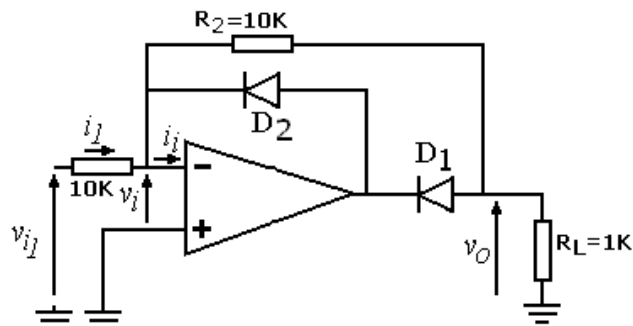

Figura 15
- 4) Se arma el circuito como el indicado en la Figura 15, conocido como rectificador de media onda de precisión. Repetir las mediciones realizadas para el rectificador simple. Extraer conclusiones.